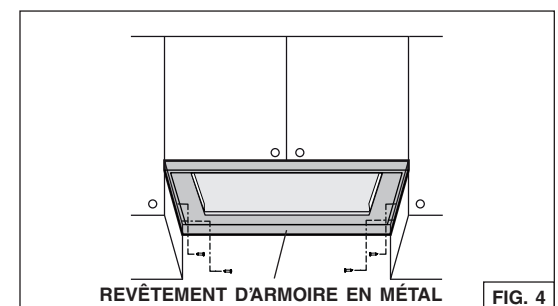

FIG. 4
3. Fixer le revêtement d'armoire optionnel à l'aide des 4 vis incluses avec celui-ci (Fig. 4).